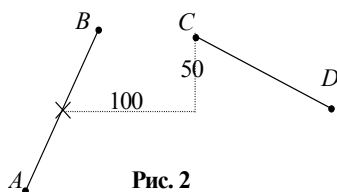

Рис. 2
*Пример:* построить отрезок *CD*, точка *C* которого находится на расстоянии 100,50 от середины отрезка *AB* (рис. 2).